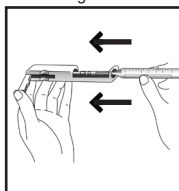

Figure 5
- Lift the control bar and insert the Titret assembly into the Titrettor (fig. 5).